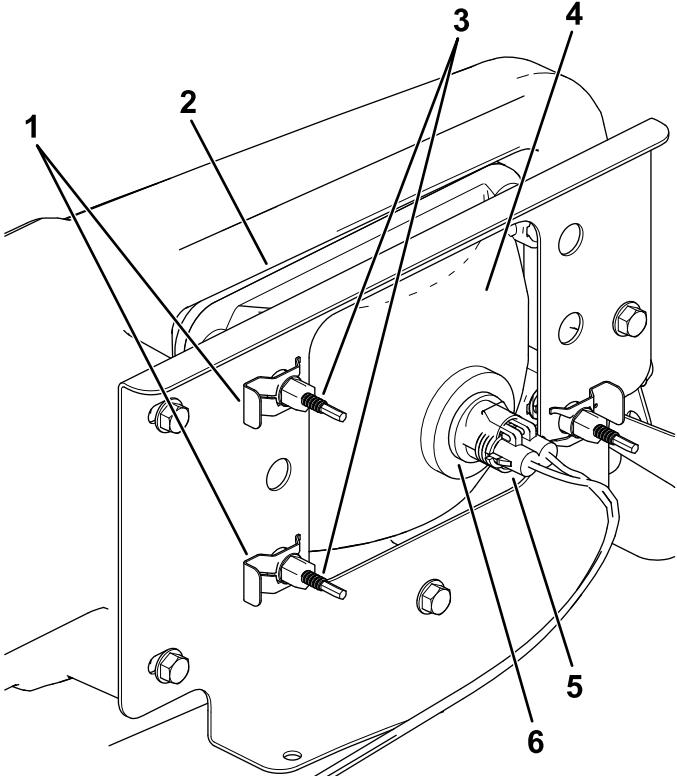

Figure 50
3. Débranchez le connecteur électrique sur le faisceau du connecteur du phare (Figure 50).
4. Retirez les clips rapides qui fixent le phare sur son support (Figure 50).
5. Déposez le phare en le poussant vers l'avant et hors de l'ouverture dans le pare-chocs avant (Figure 50).
6. Insérez le phare de rechange dans l'ouverture du pare-chocs (Figure 50).
8. Branchez le connecteur électrique du faisceau sur le connecteur du phare (Figure 50).
5. Au dos du phare, tournez les vis de réglage (Figure 50) afin de faire pivoter le phare et d'aligner la position du faisceau projeté.